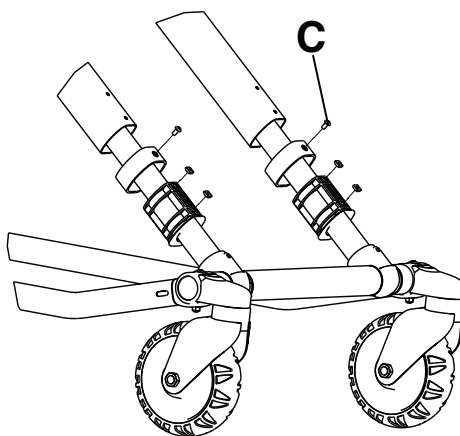

Figure 14 – Retirer les vis d'assemblage à tête ronde
3. À l'aide d'une clé Torx T25, retirer les deux vis d'assemblage à tête ronde (C) qui fixent le roulement du tube (Figure 14). Conserver les vis.
2. À l'aide d'une clé Torx T25, retirer les deux vis d'assemblage à tête ronde qui fixent le support du tube (Figure 14). Conserver les vis.